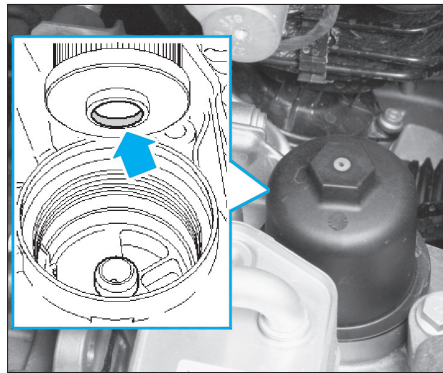

Fig. 4
- Reposer un filtre à huile neuf (collet vers le bas) puis serrer le corps du filtre (Fig.4).